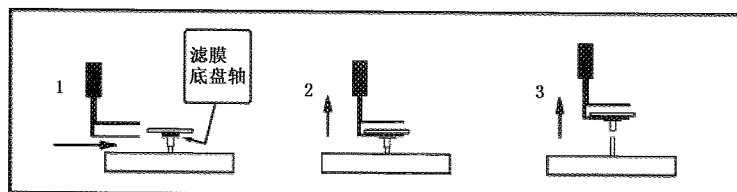
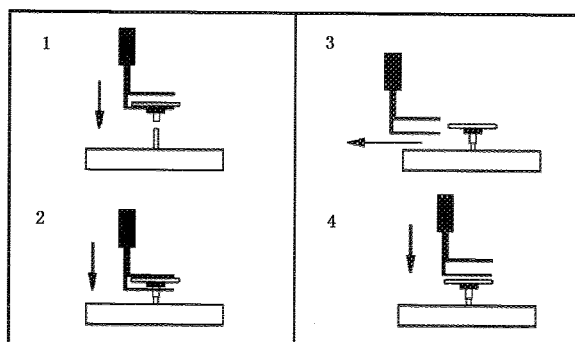

图 2-17 取下 TEOM 专用滤膜
图 2-18 安装 TEOM 专用滤膜
(3) 用专用工具取下用过的 TEOM 专用滤膜:将专用工具的下层叉架插入滤膜的下边,使滤膜盘处在工具的两层叉架之间,叉柄应位于过滤膜基座的中心线上,与滤膜垂直的方向轻轻提起滤膜,如图 2-17 所示。不要扭曲滤膜或从锥形零件的旁边施加压力。
(4) 用专用工具安装新滤膜:安装前用洁净的无尘纸模式专用工具,用专用工具取出一个新滤膜,使滤膜盘位于工具两个叉架之间。
(5) 用专用工具将滤膜轻轻地垂直插到锥形零件的顶尖,确认滤膜完全放置好,然后垂直向下轻按到位。
(6) 将工具从侧面平行缩回,脱离滤膜,安装滤膜过程如图 2-18 所示。
(7) 将黑色球形钮抬起使质量传感器到关闭位置,将银色手柄放到适当位置,使它连接插销盘,然后向下推,直到插销插牢。
(8) 将 TEOM 传感器单元门关上并扣好,注意开门时间尽量短,以使系统温度漂移最小。